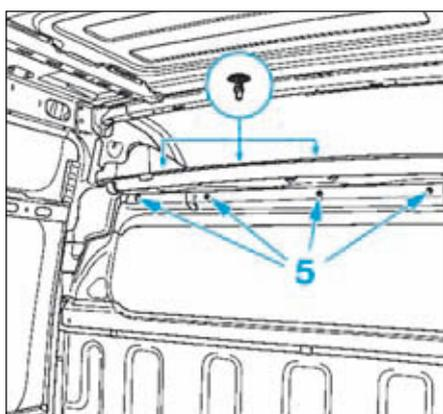

FIG.41
- Déposer les écrous de fixation (5) (Fig.41) puis la traverse.